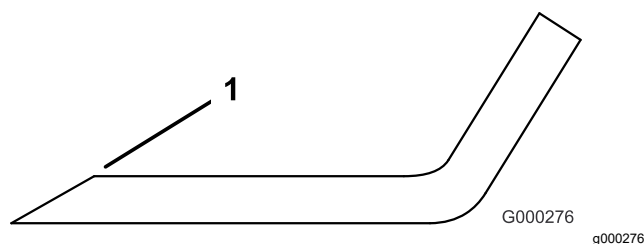

Figura 26
1. Afile el filo de corte en ambos extremos de la cuchilla (Figura 26).